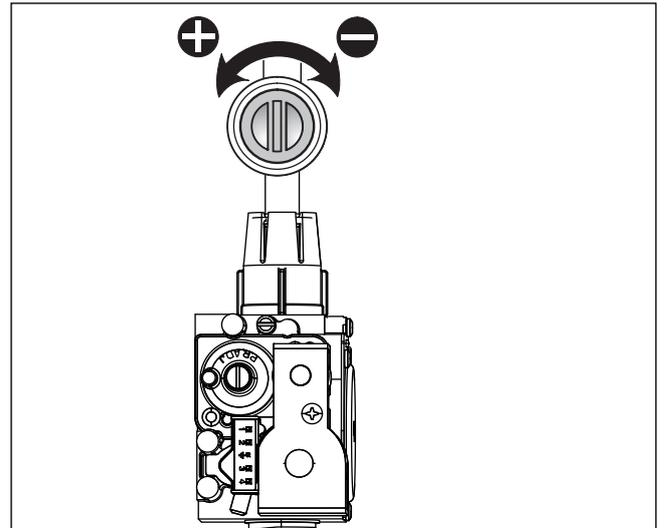

Fig. 42
- ▶ Agendo sulla valvola di regolazione della portata del gas (fig. 42), impostare il valore di CO₂ corrispondente alla potenza termica nominale risc., come da tabella.